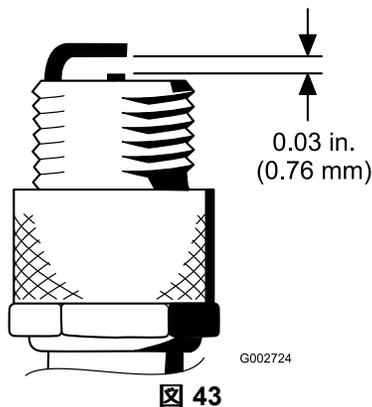

図 43
4. エアギャップを 0.76 mm に調整する (図 43)。